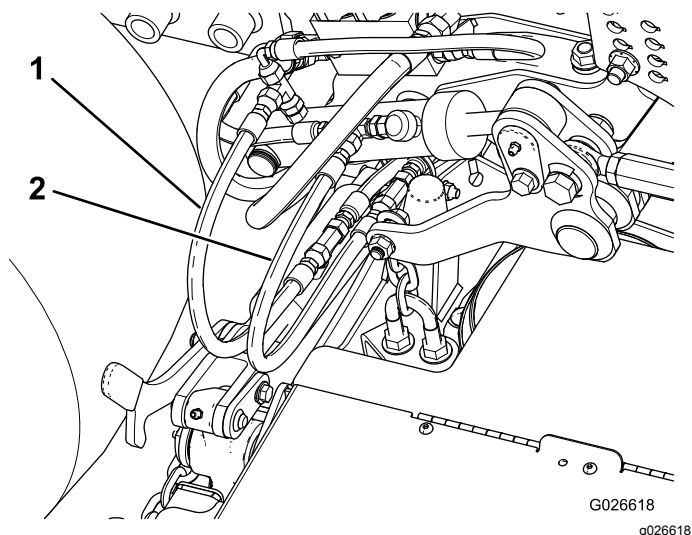

Figura 13
5. Conecte la manguera corta suministrada con el kit al orificio exterior del cilindro de elevación de la carcasa lateral derecha (Figura 13).
6. Conecte el otro extremo de la manguera corta al acoplamiento en T del orificio trasero del cilindro de elevación de la carcasa (Figura 13).